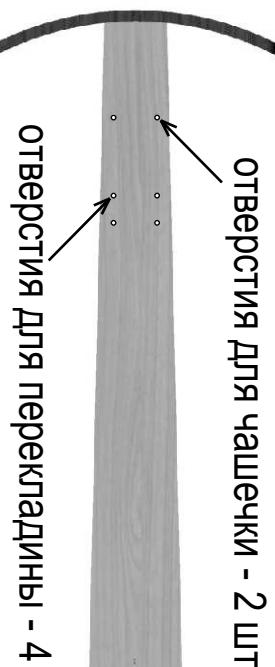

Рис. 1
1. Положите **стойку** (1) на стол либо на другую возвышенную поверхность, так, чтобы сверху были видны шесть отверстий (рис. 1);